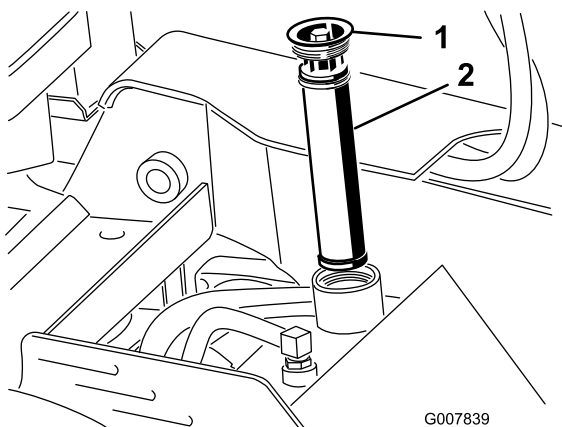

Bild 57
5. Entfernen und entsorgen Sie alten Filter (Bild 57).
6. Setzen Sie den Ersatzhydraulikfilter und den Deckel (Bild 57) ein und ziehen Sie die Schraube oben mit 13 bis 15,5 Nm an.
6. Entfernen Sie den Deckel des Hydraulikbehälters und den Filter (Bild 57).
12. Setzen Sie den Hydraulikfilter und den Deckel (Bild 57) ein und ziehen Sie die Schraube oben mit 13 bis 15,5 Nm an.